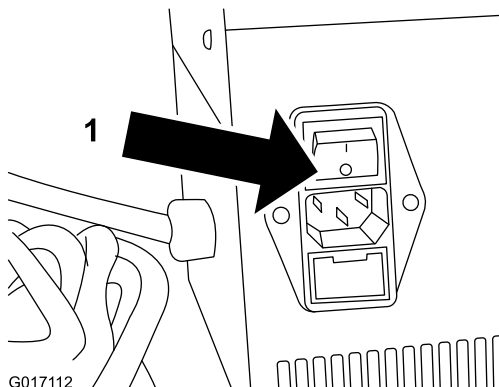

Figura 3
1. Accertatevi che il caricabatteria sia spento (Figura 3).
3. Spegnete l'alimentazione di eFlex (Figura 3).